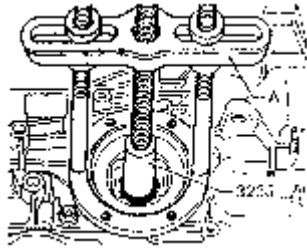

图 7-157 拔出传动法兰
- (1) 使汽车车轮着地，松开传动轴/车轮毂的螺母和车轮螺栓。
- (2) 拆下车轮和右侧传动轴的隔热板。
- (3) 拆下传动轴。
- (4) 用螺丝刀穿刺和撬开盖板的中心，把它拆下。
- (5) 将容器放在变速箱下面。拆下传动法兰卡环。
- (6) 用拉头 A 拔出传动法兰，如图 7-157 所示。